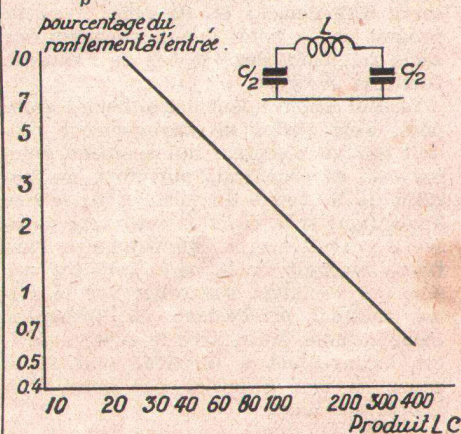

Fig. 2. — Réduction du ronflement en fonction du produit de la self induction par la somme des capacités.
4. Dans un filtre d'alimentation, l'élimination de la composante à 100 périodes sera d'autant mieux réalisée que le produit LC (de la self-induction de la bobine par la somme des deux capacités) sera plus grand, c'est ce que montre la courbe de la figure 2. Mais, par ailleurs, le condensateur placée à l'entrée, c'est-à-dire du côté de la valve, a pour effet d'élever le niveau de la tension de sor-